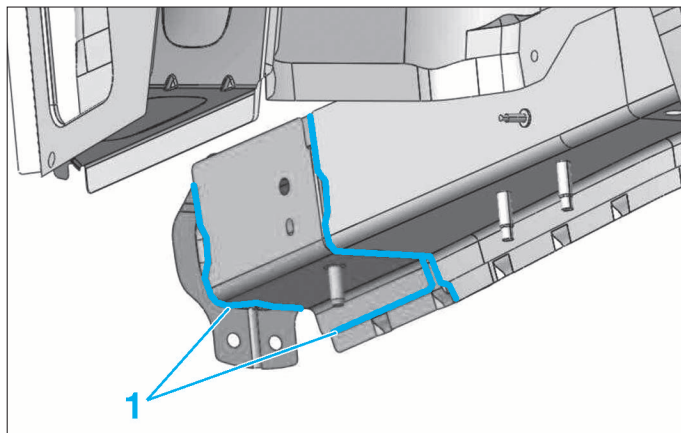

FIG. 133
- Appliquer un mastic sur les lignes (1) pour l'étanchéité (Fig.133).